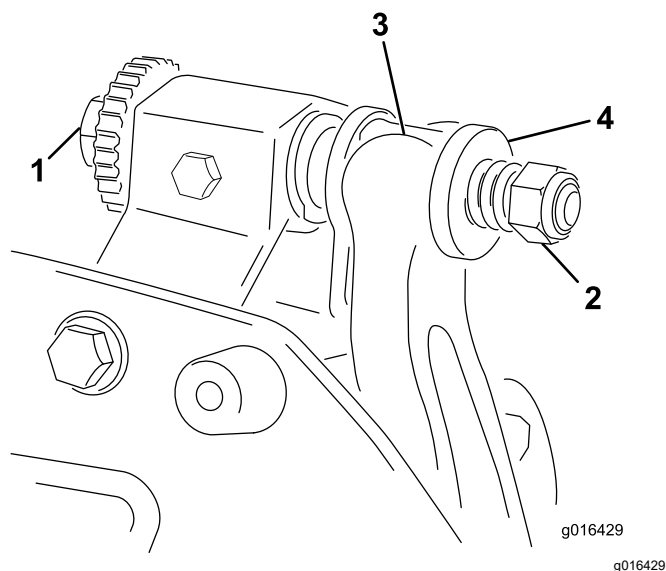

図 13
1. ベッドバー調整ねじを左に回してベッドナイフとリールの接触をなくす 図 13。
2. スプリングテンションナットをゆるめて、ワッシャがベッドバーを全く押さないようにする 図 13。
1. ベッドバー/ベッドナイフアセンブリを取り付け、固定用耳をワッシャーとベッドバー調整ネジ (図 13) の間に配置する。